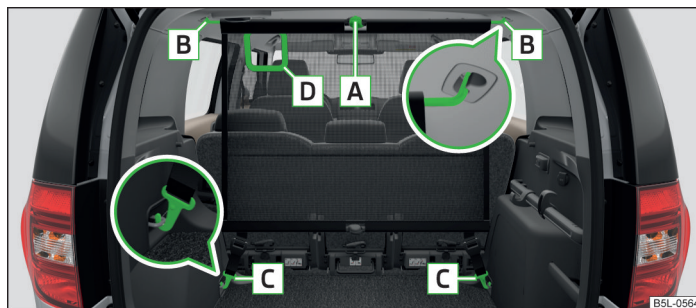

Fig. 83 Utilizar la red separadora detrás de los asientos posteriores
- Monte la barra transversal en el alojamiento [B] » fig. 83, primero en un lado, y presione hacia delante. Introduzca de igual modo la barra transversal en el otro lado, en el alojamiento [B].
- Suelte las cintas en ambos lados y desenganche el gancho de mosquetón [C] » fig. 83.
- Presione la tecla roja de la articulación **A** » fig. 83; ésta se soltará.
La abertura **D** » fig. 83 en la red de separación sirve para implementar el cinturón de seguridad de tres puntos de fijación » página 178.